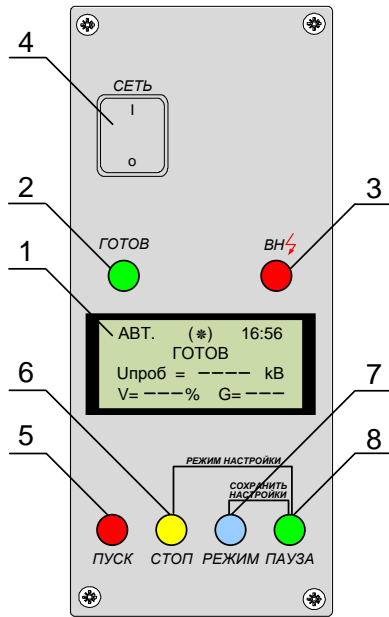

Рисунок 2
1.4.3 Слева от испытательного отсека находится панель управления установкой 9, содержащая следующие элементы управления и индикации (см. рисунок 2):